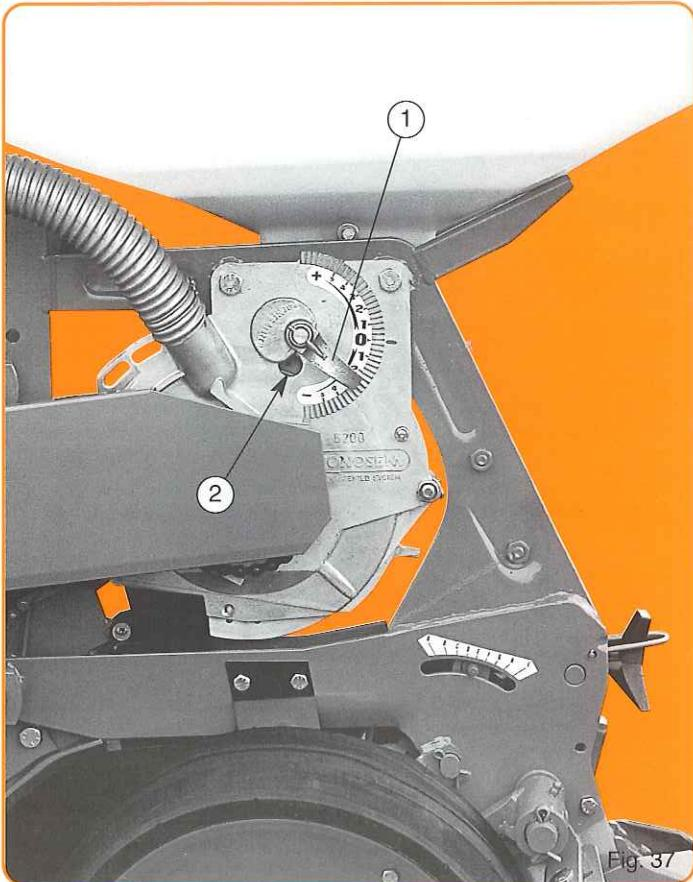

Fig. 37
L'index ① descendu vers le - (fig. 37) rapproche la plaque des trous, réduit l'aspiration (en ouvrant la prise d'air ②) ce qui provoque une tendance aux manques. Une fenêtre de contrôle sur le couvercle permet de s'assurer des résultats.
When the indicator ① is positioned to - (fig. 37), it lowers the scraper over the holes, reducing the degree of suction (opening the size of the hole ②). This may cause skipping.